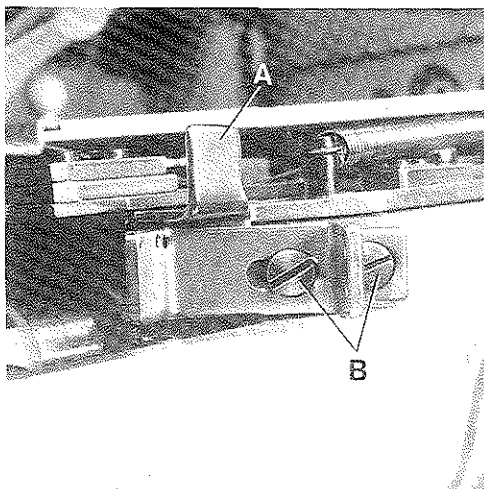

Fig.37
After setting the lower knife tips, again move the thread trimmer mechanism to the left until the tips of the lower knives are 12 mm (5/32 in.) from the right end of the loopers. In this position slightly push the knife frame and holder assembly towards the rear, set front guide (A, Fig. 37) against it and tighten in place with the two screws (B).
Nach dem Einstellen der Untermesserspitzen schieben Sie den Fadenabschneidermechanismus nochmal nach links bis die Spitzen der Untermesser 12 mm vom rechten Ende der Greifer entfernt sind. In dieser Stellung drücken Sie den Messerrahmen und Halter ein wenig nach hinten, stellen die vordere Führung (A, Fig. 37) dagegen und ziehen sie mit den beiden Schrauben (B) fest.